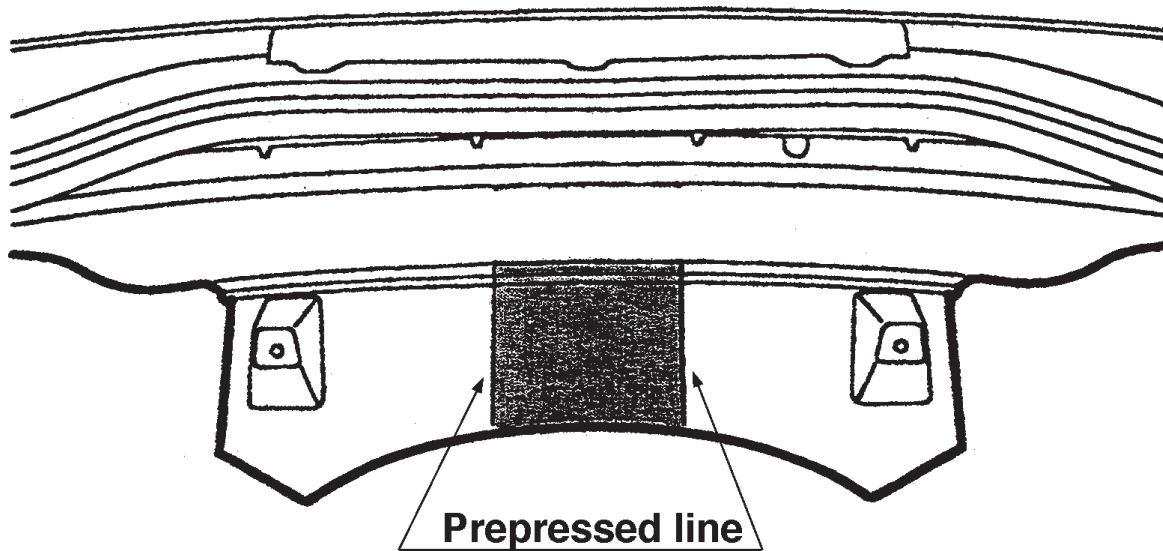

Fig.1
5. Sav en del ud af kofangeren midt på undersiden jf. fig. 1.